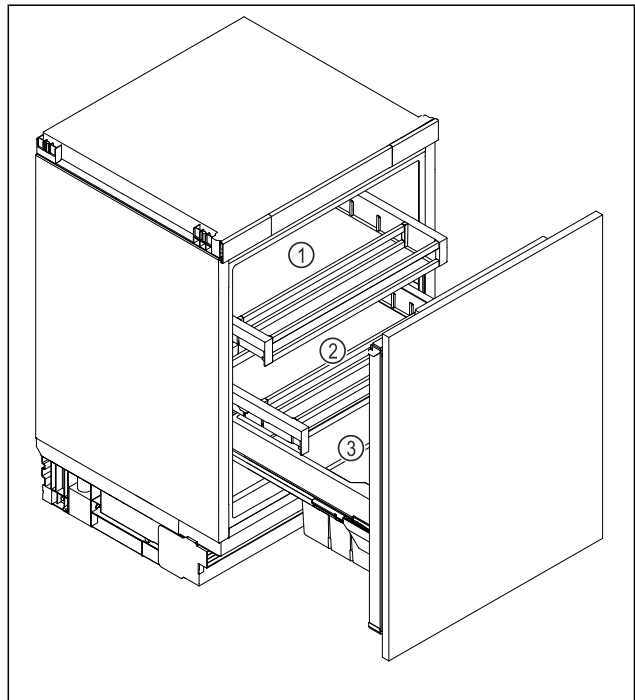

Fig. 6 Beispielhafte Darstellung
- ▶ Oberes Schubfach Fig. 6 (1): Butter, Käse, Konserven und Tuben lagern.
- ▶ Unteres Schubfach Fig. 6 (2): Leicht verderbliche Lebensmittel wie fertige Speisen, Fisch, Fleisch- und Wurstwaren lagern.
- ▶ Obst- und Gemüsebox Fig. 6 (3): Verpacktes Obst und Gemüse lagern.
- ▶ Getränkefach Fig. 6 (3): Einzelne Flaschen lagern.